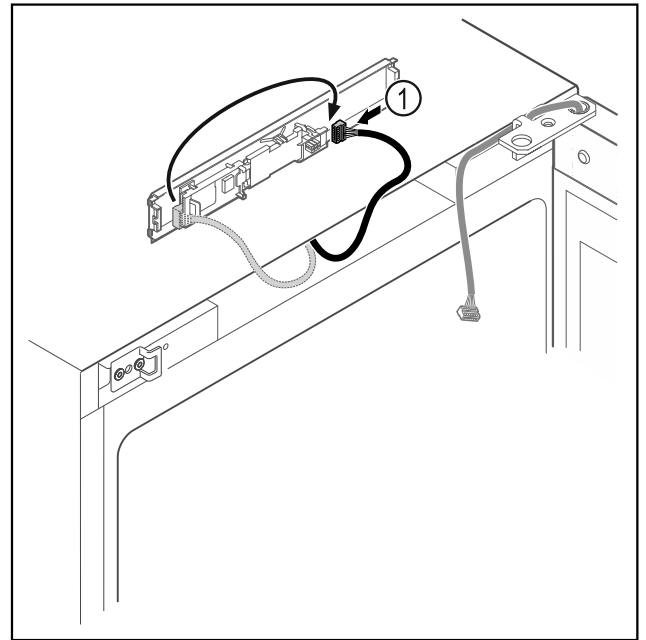

Fig. 9
- ▶ Μεταφέρετε το φιλς Fig. 9 (1) στην πλακέτα.